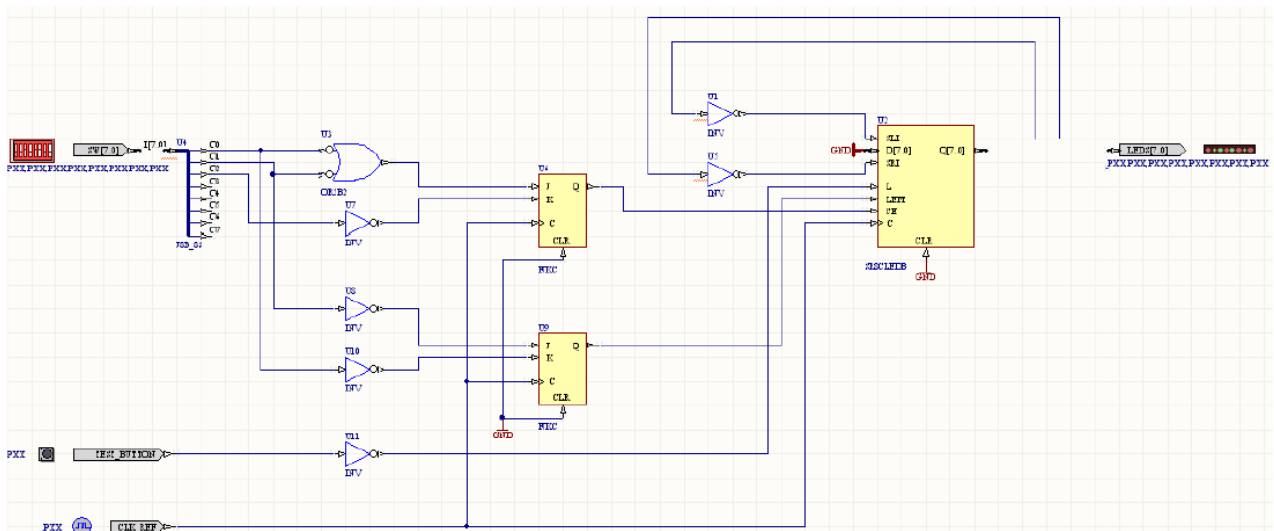

Рис. 3. Вид законченной схемы счётчика
2. Проложите проводники схемы, как показано на рис. 3, при этом не забывайте вводить точки соединения в местах пресечения проводников на схеме. Если два проводника пересекаются, и точка подключения присутствует, то соединения этих двух проводников неявное. Если же подключение отсутствует, то нет и соединения. В этой схеме точки авто соединения будут появляться там, где проводники соединены.